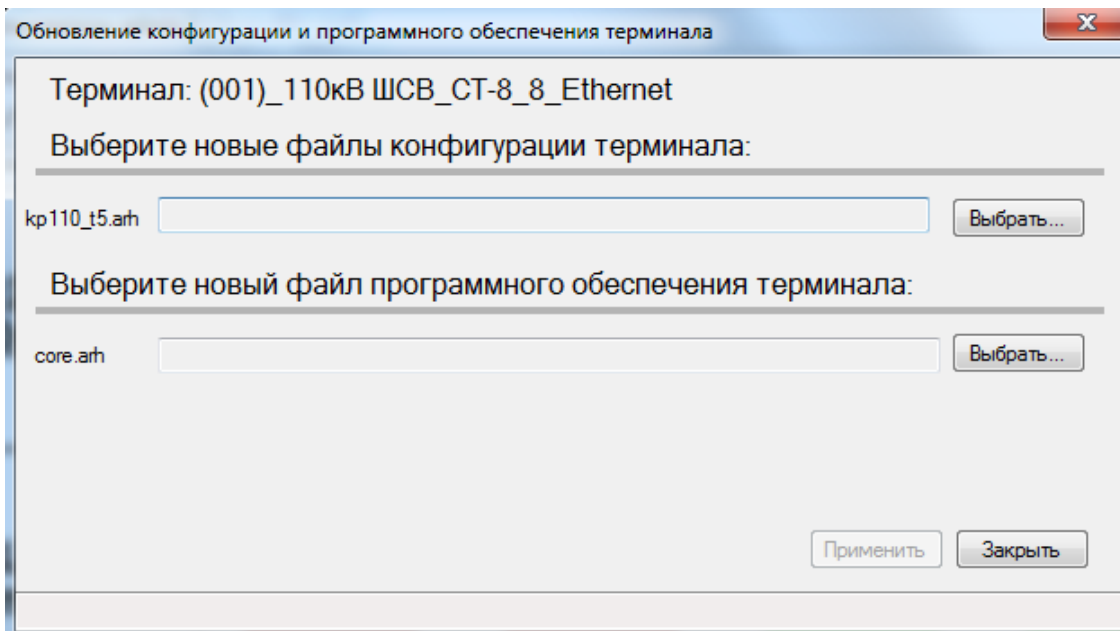

Рисунок 5.5
5.3.1 Замена конфигурации терминала осуществляется через пункт меню **Файл** → **Обновление конфигурации и ПО....** При этом появляется диалоговое окно, в котором необходимо указать путь к файлу конфигурации (см. рисунок 5.5).